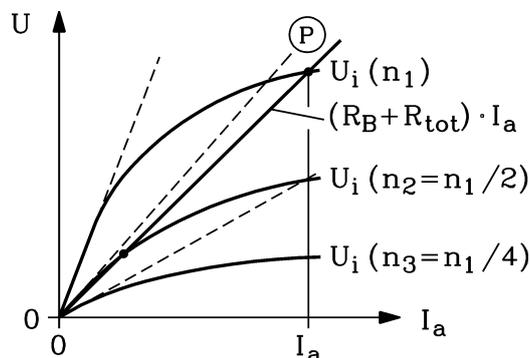

Bild 4.5-2: Reihenschlussgenerator bei abnehmender Drehzahl.
4) Bei sinkender Drehzahl  $n$  sinkt  $U_i$  stark ab. Der Betriebspunkt  $P$  sinkt zu kleinen Spannungen  $U$  und Strömen  $I_a$  und erreicht bei einer gewissen Drehzahl  $n^*$  den Ursprung (in Bild 4.5-2 knapp unterhalb  $n_1/2$ ) Unterhalb dieser Mindestdrehzahl  $n^*$  ist kein generatorischer Bremsbetrieb mit  $R_B$  möglich, da der Ankerstrom bereits Null ist. Unterhalb von  $n^*$  erfolgt reiner Reibungsauslauf.